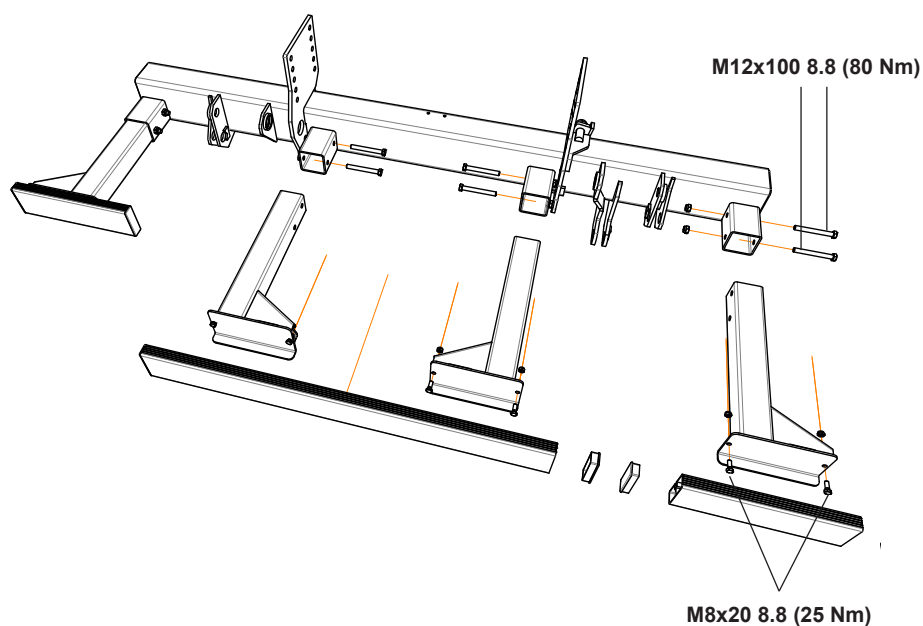

Bild 16. Den inre delen av konsolerna kan monteras i fyra olika höjdlägen
1. Montera de fyra u-skyddsfästena på lyftens ram, se Bild 16.